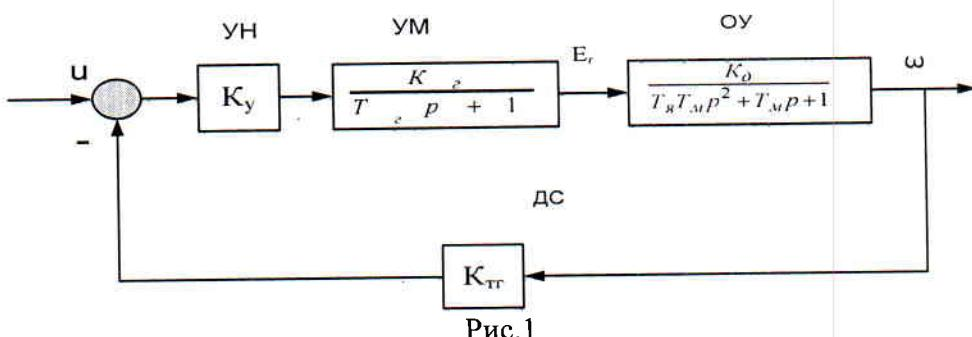

Рис.1
На рис.1 представлена структурно-функциональная схема одноконтурной системы управления двигателем постоянного тока с независимым возбуждением.
На рис.1 приняты следующие обозначения: ОУ - объект управления (двигатель); УН - полупроводниковый усилитель напряжения; УМ - усилитель мощности (генератор постоянного тока); ДС - датчик скорости (тахогенератор); и - напряжение управления; E_r - э.д.с. генератора; со - угловая скорость вращения вала двигателя (управляемая переменная); T_g , T_y , T_m - постоянные времени обмотки возбуждения генератора, якорной цепи двигателя и электромеханическая постоянная времени двигателя, соответственно.
- По передаточной функции ОУ (рис.1) составить его уравнения состояния в скалярной и векторно-матричной формах; используя численные значения параметров (табл.1), оценить управляемость и наблюдаемость ОУ по критериям Калмана.